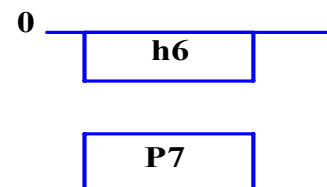

Рис. 1
2. На рис.1 показана схема полів допусків посадки: